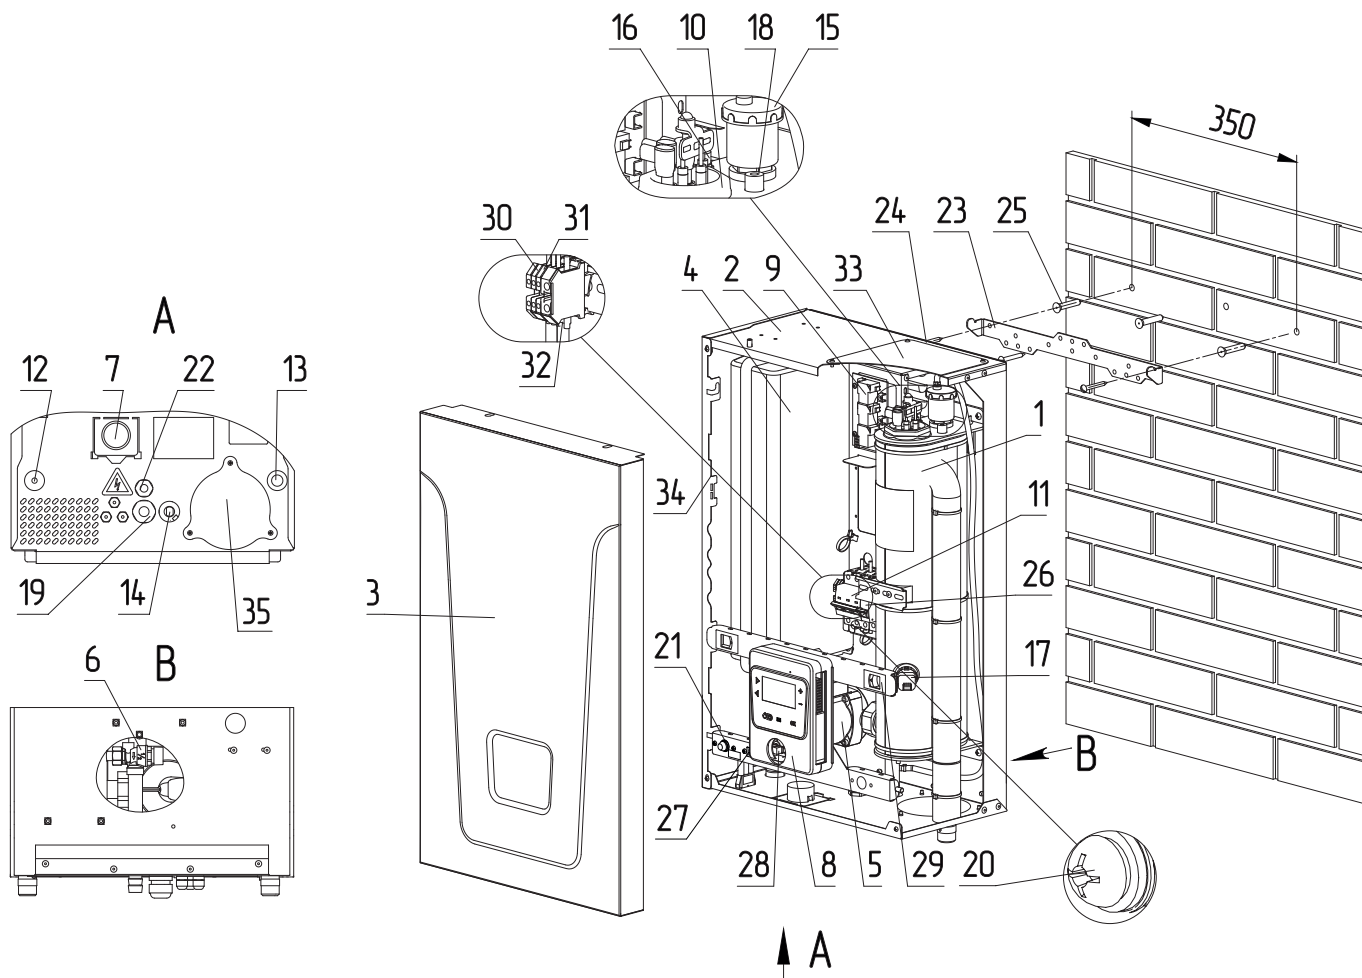

Рис.1 Конструкция котла
- установки запорной арматуры на линии отвода теплоносителя из предохранительного клапана электрического котла (**Рис.1, 2, 3, поз.14**);
- Категорически запрещается устанавливать запорную арматуру на патрубок сброса теплоносителя из предохранительного клапана электрического котла (**Рис.1, 2, 3, поз.14**).